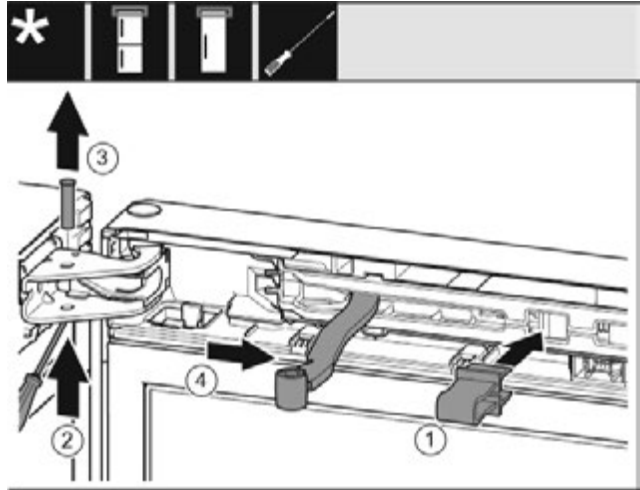

Fig. 7
► Зафіксуйте запобіжник в отворі. Fig. 7 (1)
► Виштовхніть палець за допомогою викрутки. Fig. 7 (2)
► Вийміть гвинт рухом нагору. Fig. 7 (3)
► Поверніть шарнір у напрямку дверцят. Fig. 7 (4)